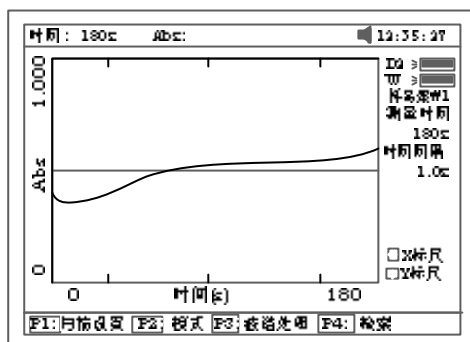

图 56
- b.拉待测样品入光路后案【START】键即开始对样品作时间扫描，扫描进行中，按【ESC/STOP】键可以中止扫描，扫描完成会伴随三声蜂鸣器鸣叫提示，图 56 示